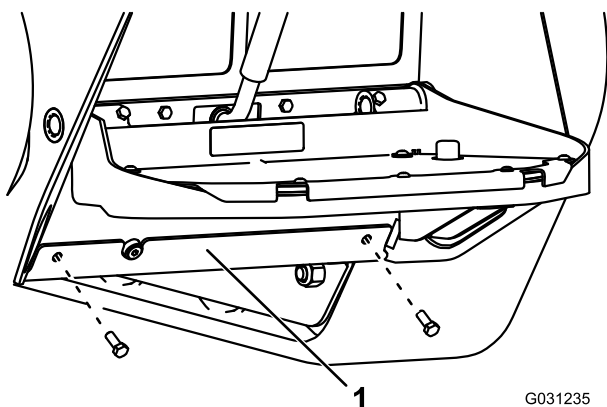

Figura 59
3. Togliete i 2 bulloni che fissano la piastra inferiore e rimuovetela (Figura 59).
7. Installate la piastra inferiore (Figura 59).